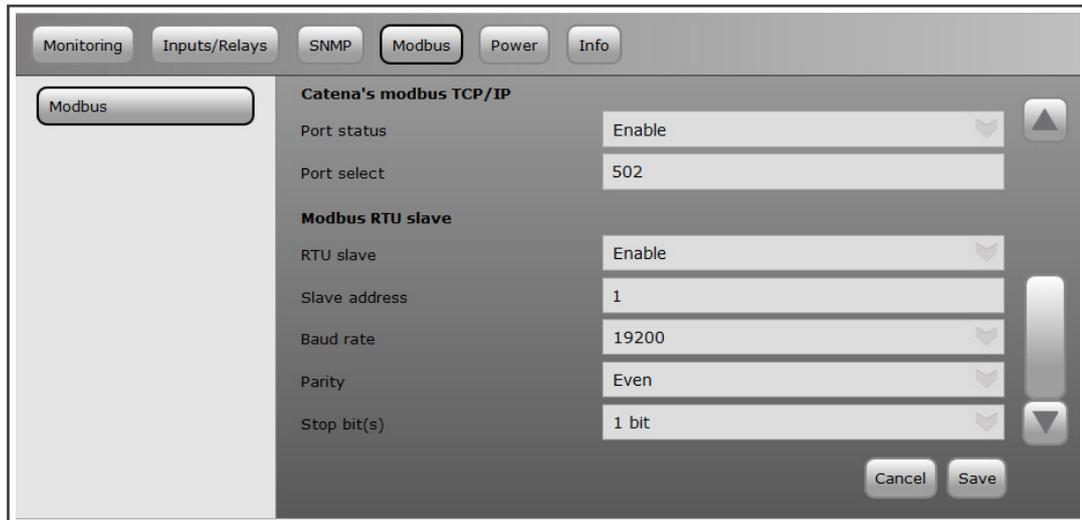

Fig 7: Configuración de Modbus en T2S ETH
7. Verifique que los parámetros de **Modbus RTU** coincidan con el **T2S-ETH** en la sección Modbus (Fig 7).